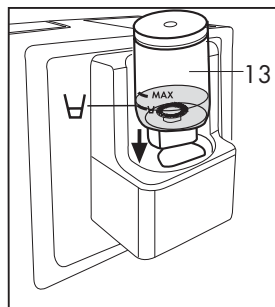

Fig. 12
• Versare nel bicchiere il latte a seconda della quantità desiderata, senza superare il livello  indicato sul bicchiere. Inserire completamente il frullino (13) nella propria sede (Fig. 12)
• Premere il tasto  (G) per il latte montato caldo. Per il latte montato freddo premere il tasto  (G) per 2 secondi. Attendere la fine della preparazione.